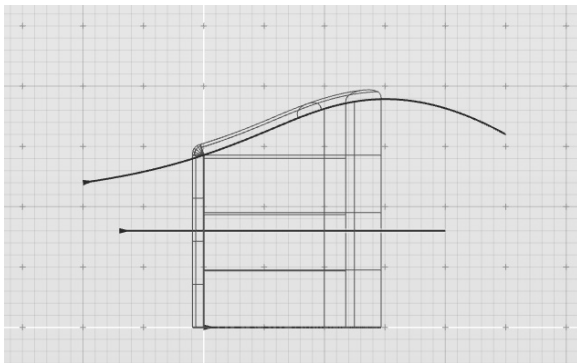

图 5-92 绘制一条直线
- 3) 切换至右视图, 在图 5-92 中所示的位置绘制一条直线。